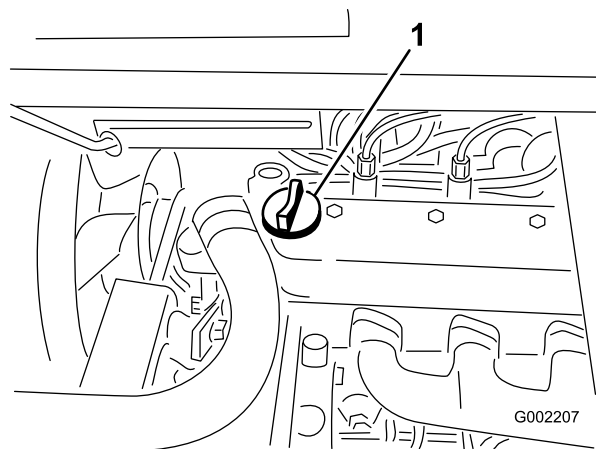

Figura 17
3. Se o nível de óleo estiver baixo, deverá retirar a tampa de enchimento da cobertura da válvula (Figura 17) e deitar óleo na abertura até que o nível suba até à marca "Full" (Cheio) da vareta; consultar a secção Manutenção do óleo do motor, acerca do tipo e viscosidade do óleo. Adicione o óleo lentamente e verifique o nível com alguma